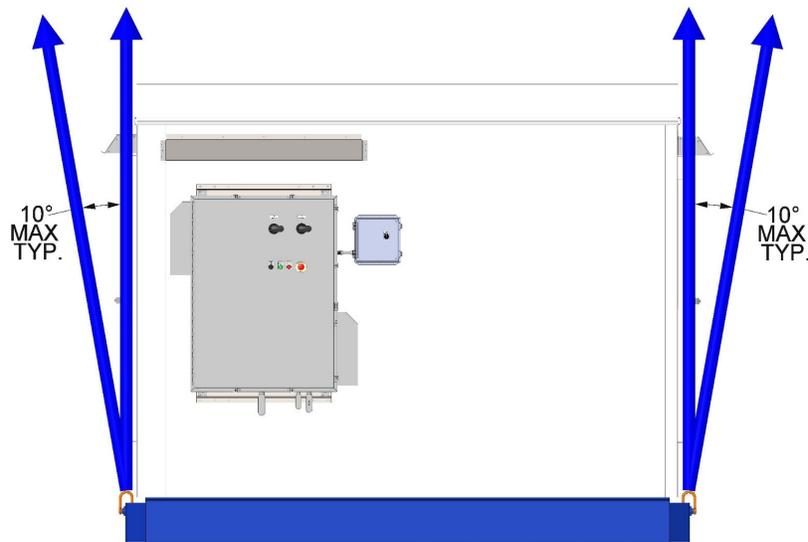

Figura 1.
2.2.7. Cuando use las barras separadoras para levantar el Evaporador A+P de Colmac, asegúrese que el ángulo de elevación lateral no supere los 10 grados de la vertical. Vea la Figura 1. a continuación.